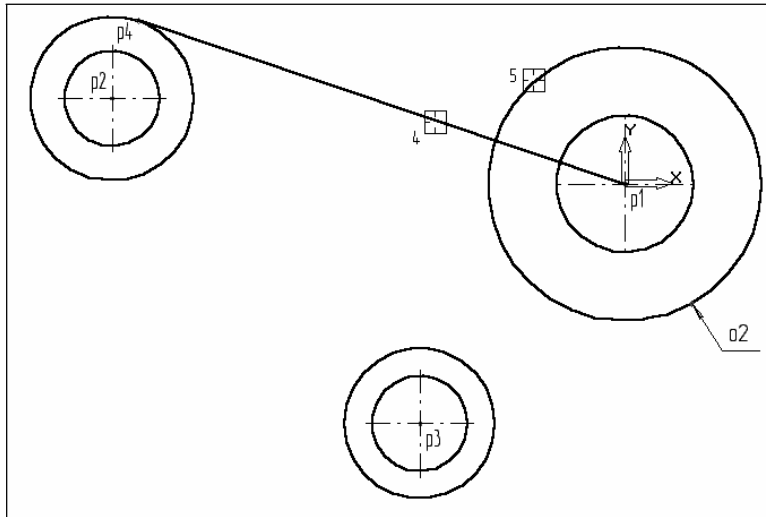

Рис. 3.17.
16. Включіть кнопку *Округлення*  на сторінці *Геометрія*. У полі *Радіус округлення* в *Рядку параметрів* введіть значення 35 мм . Після цього вкажіть мишею на відрізок $p4$ - $p1$ (Мішень 4) і на коло $o1$ (мішень 5). Результат виконання операції показаний на (Рис. 3.17).